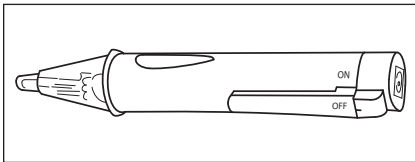

Figura 2 - Use un probador de circuitos sin contacto para asegurarse de que el suministro eléctrico esté apagado antes de trabajar en un circuito.
- Probador de circuitos sin contacto para verificar el suministro eléctrico (Figura 2)